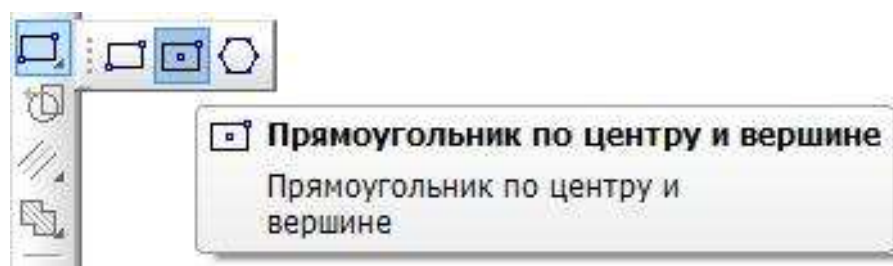

Рис. 4.3
- Вызовите **Панель расширенных команд** кнопки **Прямоугольник** и выберите по центру и вершине (рис. 4.3).